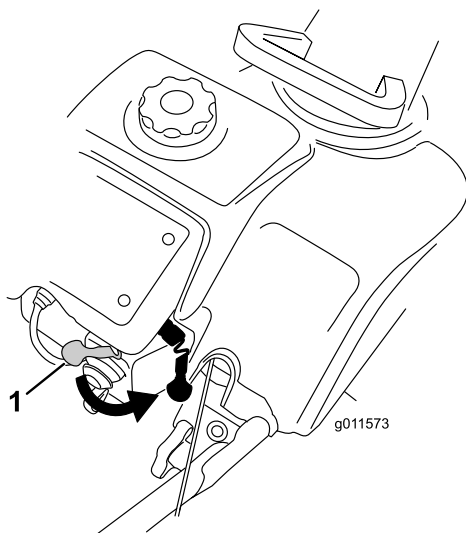

Figure 18
2. Déplacez la manette de starter complètement vers la droite (Figure 18).